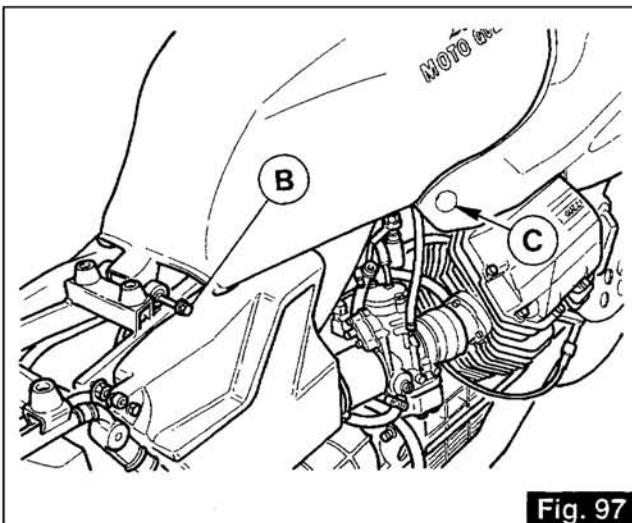

Fig. 97
11.4 REMPLACEMENT DU FILTRE À AIR (fig. 97 et 98)
11.4 AUSWECHSELUNG DES LUFTFILTERS (Abb. 97 und 98)